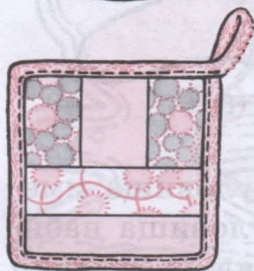

Рисунок 80.
Прихватка имеет форму квадрата, но можно сшить прихватку круглой или овальной формы (рисунок 80). Длина стороны квадрата равна 18—20 см.
14. Проложить машинную строчку по верхнему краю тесьмы (смотри рисунок 80). Удалить нитки строчек временного назначения.